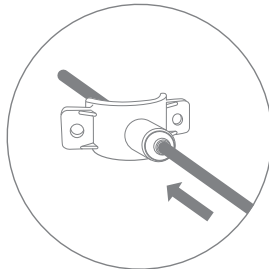

Рис. 21
3. Проденьте красную пластиковую трубку из комплекта поставки через штуцер хомута, чтобы она вышла с внутренней стороны хомута на 7...10 мм (рис. 21).